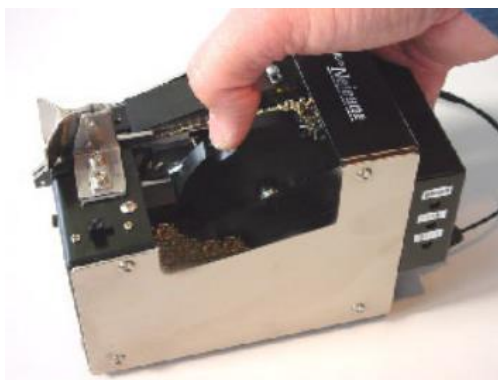

図16
- (3) ドラム反転の動作確認方法について。回転しているドラムを指で押えてロックすると、数秒後、反転動作が始まり、指の抵抗が軽くなったら指を離す。(図16参照)